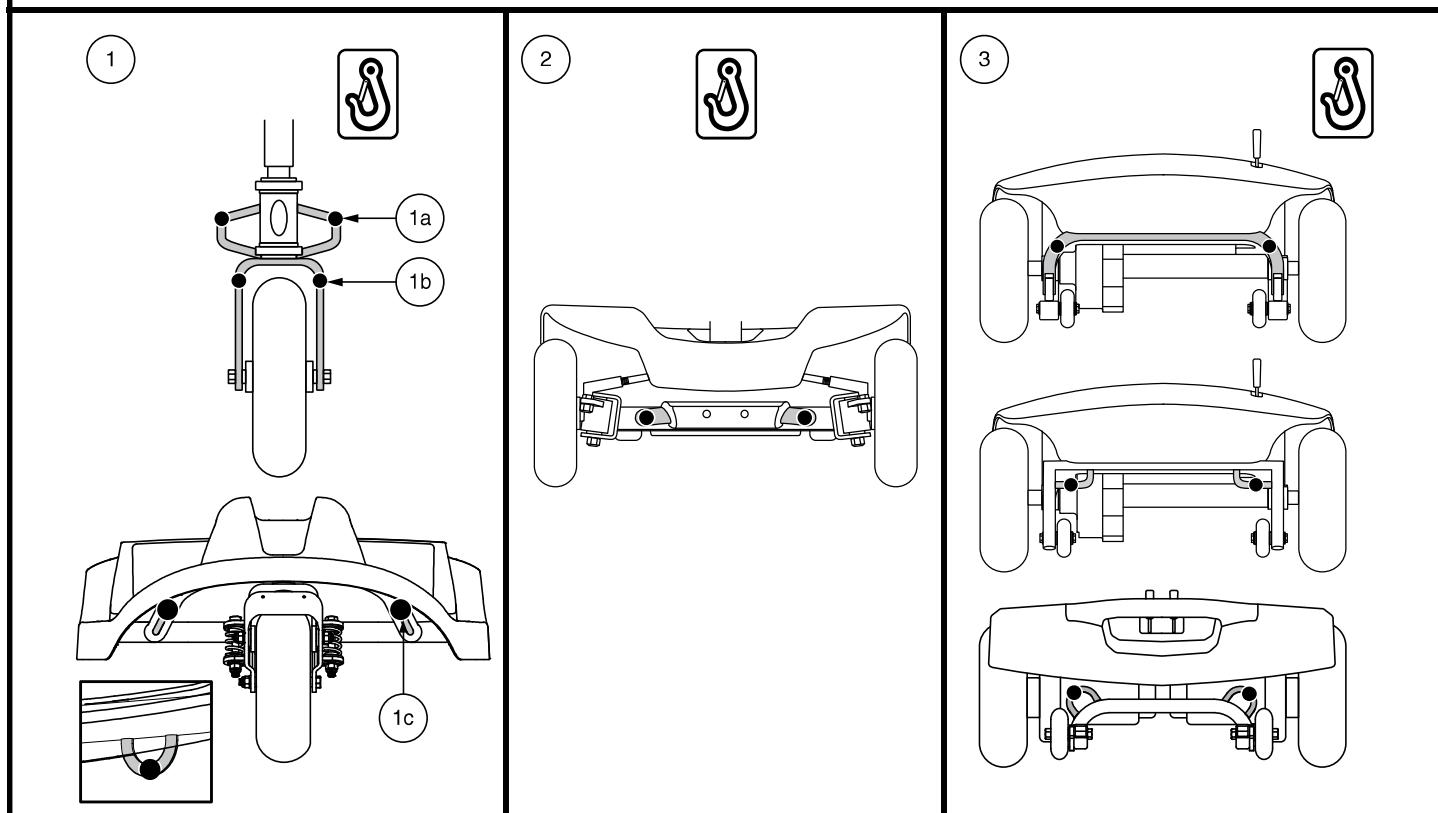

Figure 15. Points d'ancrage (Identifiés avec des points noirs)
Le Travel Scooter doit toujours être ancrés face à l'avant du véhicule. Fixez les quatre (4) courroies aux points d'ancrage désignés sur le Travel Scooter. **Voir la figure 15.** Serrez-bien les courroies pour retirer le jeu excessif. N'attachez jamais le Travel Scooter par ses composantes réglables ou mobiles tels que les accoudoirs, capots ou roues. Ces articles devraient être enlevés. Positionnez les points d'ancrage arrière des courroies directement derrière le Travel Scooter. Les points d'ancrage avant sont disposés plus loin de chaque coté du Travel Scooter afin d'augmenter la stabilité latérale.